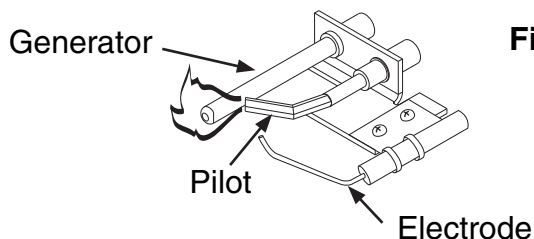

Fig. 12-2
1. La flamme pilote devrait encercler le bout de générateur, et est préréglée à l'usine (Fig. 12-2).